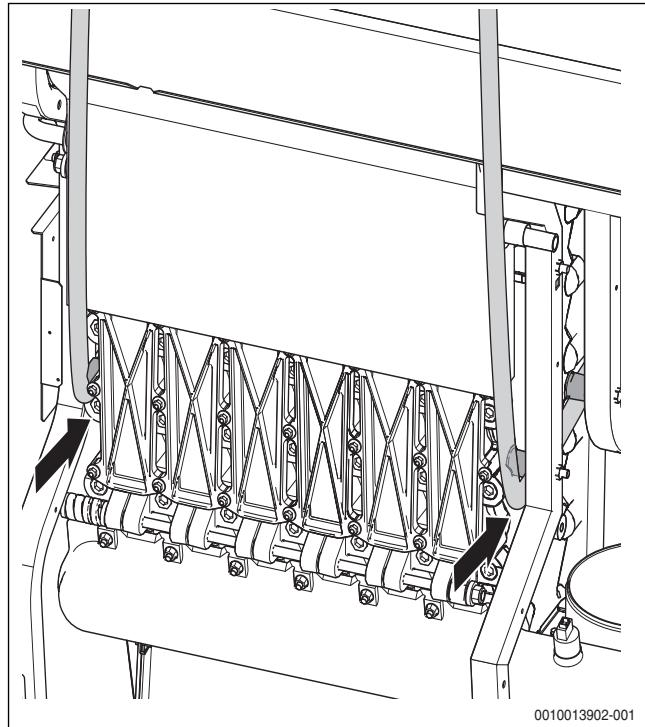

Рис. 5 Проводка строп через раму
- Пропустите стропы (петли) через раму котла (→рис. 5).